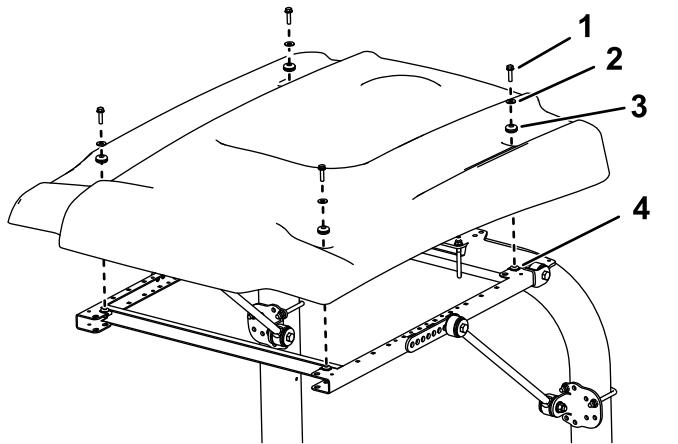

図 28
15. 図 28 に示すようにサンシェードをフレームに載せて、取り付け穴を整列させる。
16. サンシェードの各コーナー部をフレームに仮止めするフランジヘッドボルト $5/16 \times 1\frac{1}{4}$ "1本、小さいワッシャ1枚、ハトメ1個を使用する図 28。